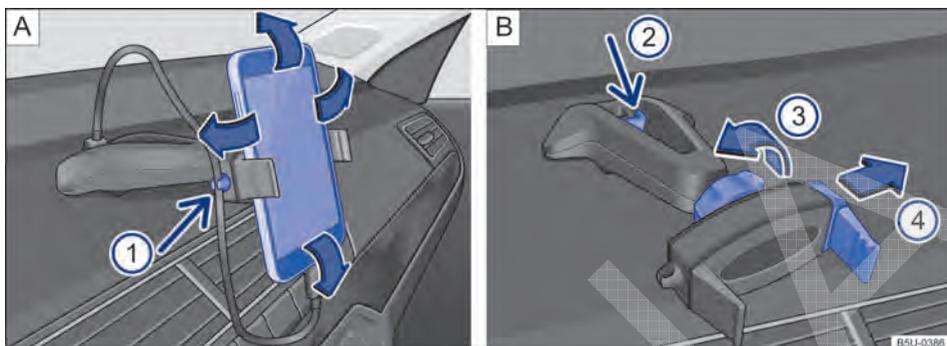

Fig. 175 No console central: suporte para smartphone e ajustes.
- Segurar o suporte com uma mão e pressionar o botão de destravamento → Fig. 175 B ② (seta).
- Com a haste → Fig. 175 B ④ deslocar no sentido da seta, e instalar o smartphone no alojamento.
- Com a outra mão deslocar a haste → Fig. 175 B ④ até que seja possível remover o aparelho do alojamento.
- Colocar o cabo USB na entrada carregador USB do suporte existente no painel de instrumentos → Fig. 175 A.
- Prender o cabo no suporte → Fig. 175 A ①.
- Para liberar o movimento do suporte, girar a trava → Fig. 175 B ③ no sentido contrário da seta.
- Para fixar a posição, girar a trava no sentido da seta ③ → Fig. 175 B até a fixação total do suporte.
i O suporte para smartphone tem garantia de 3 anos, com exceção da haste deslizante (garra) → Fig. 175 **4** que tem garantia de 1 ano.